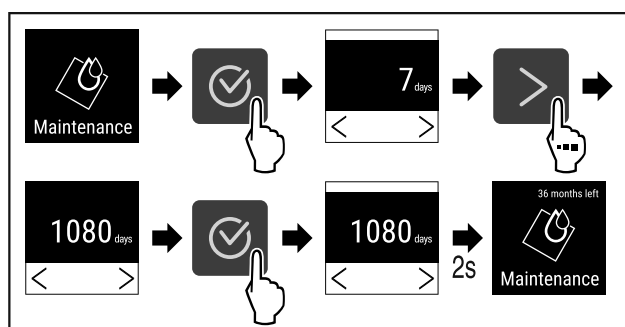

Fig. 68
- Stappen (zie Fig. 68) uitvoeren.